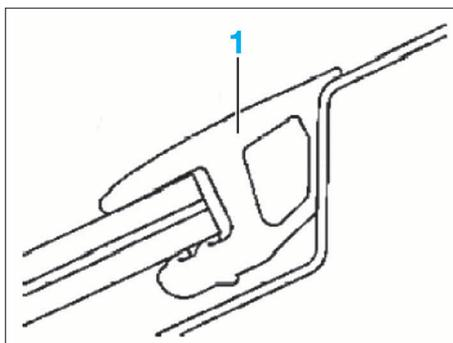

FIG. 60
- Emboîter l'enjoliveur (1) (Fig.60).